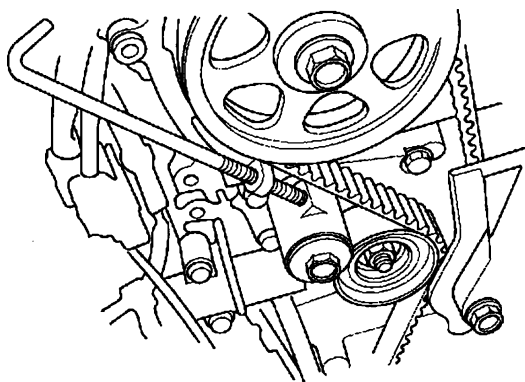

图 23-38 取下螺栓
- 7) 按照图 23-38 所示, 从后盖上把固定正时带调节器的螺栓取下。